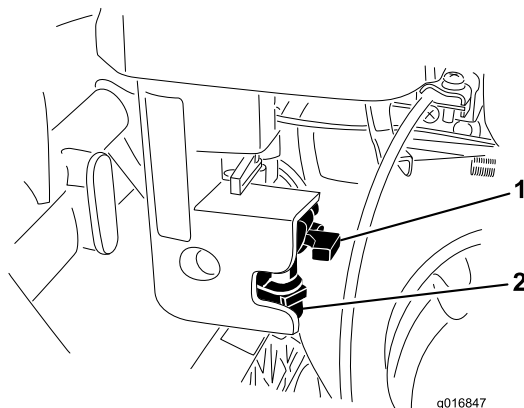

図 40
1. 燃料バルブを閉じて、フィルタのボディから燃料カップを外す 図 40。